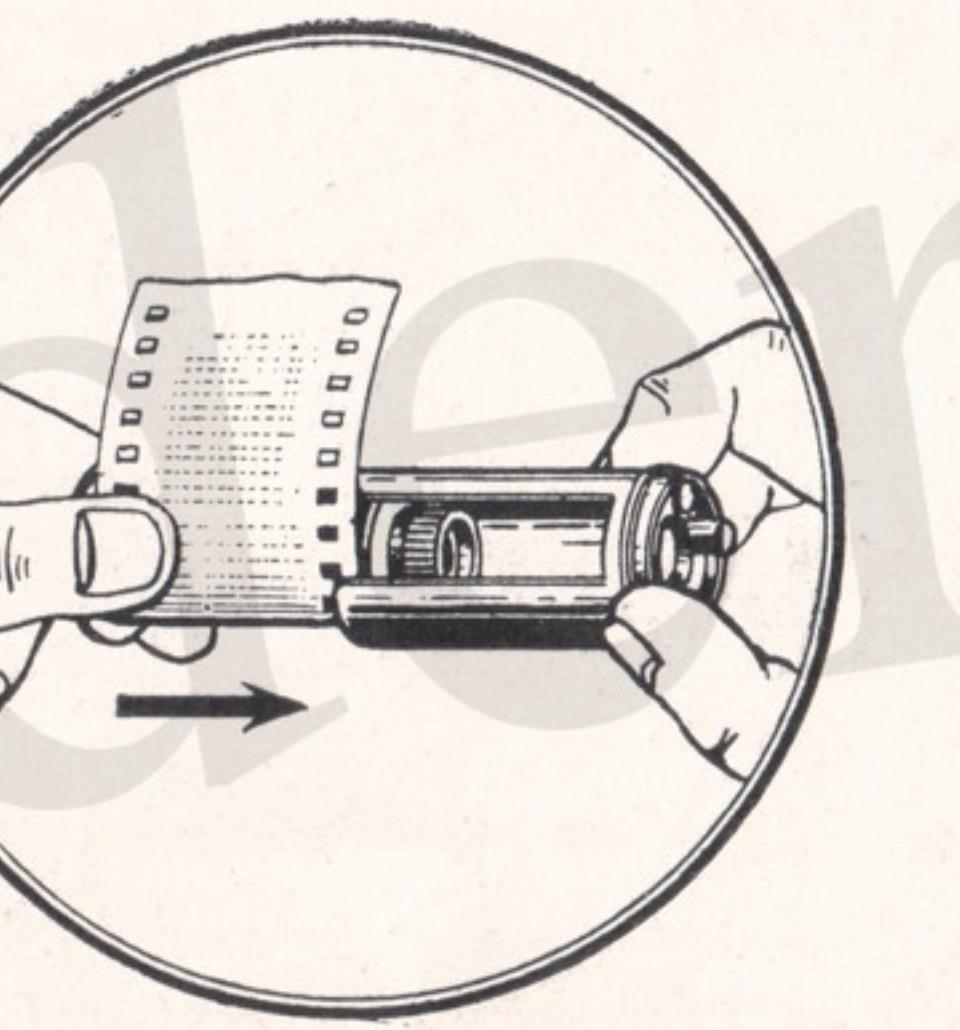

Рис. 8
3. Вставить катушку во внутренний стакан кассеты таким образом, чтобы головка катушки прошла сквозь дно стакана (рис. 8).